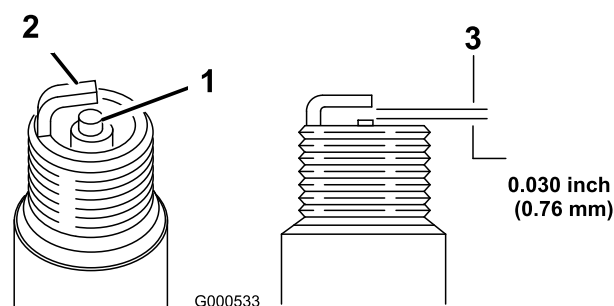

Figure 28
1. Examinez le centre des bougies (Figure 28). Si le bec de l'isolateur est recouvert d'un léger dépôt gris ou brun, le moteur fonctionne correctement. S'il est couvert d'un dépôt noir, c'est généralement signe que le filtre à air est encrassé.
2. Contrôlez l'écartement entre l'électrode centrale et l'électrode latérale (Figure 28). Courbez l'électrode latérale (Figure 28) si l'écartement est incorrect.